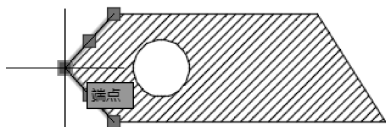
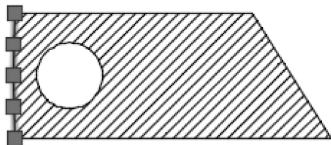
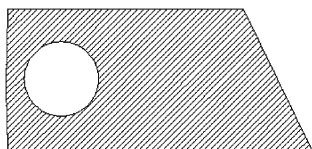

图 3-28 显示边界特征点
图 3-29 移动夹点到新位置
图 3-30 编辑后的图案
(3) 钳夹功能设置。在绘图区中单击鼠标右键打开快捷菜单，选择“选项”命令，打开“选项”对话框，在“选择集”选项组中选取“显示夹点”复选框，并进行其他设置。确认退出。
(4) 钳夹编辑。用鼠标分别单击选取如图 3-28 所示图形中左边界的两条线段，这两条线段上会显示出相应的特征点方框，再用鼠标单击选取图中最左边的特征点，该点则以醒目方式显示（图 3-28）。拖动鼠标，使光标移到如图 3-29 中所示的相应位置，按〈Esc〉键确认，得到如图 3-30 所示的图形。